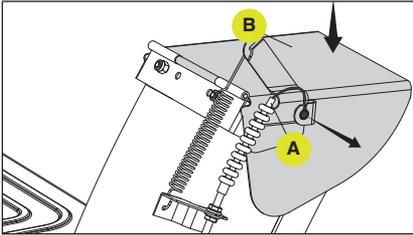

Figure 79
- Localisez le câble du déflecteur de la goutte (A), connecté au déflecteur de la goutte (B), puis appuyez sur le déflecteur de la goutte et retirez le connecteur du support. (Fig. 79)